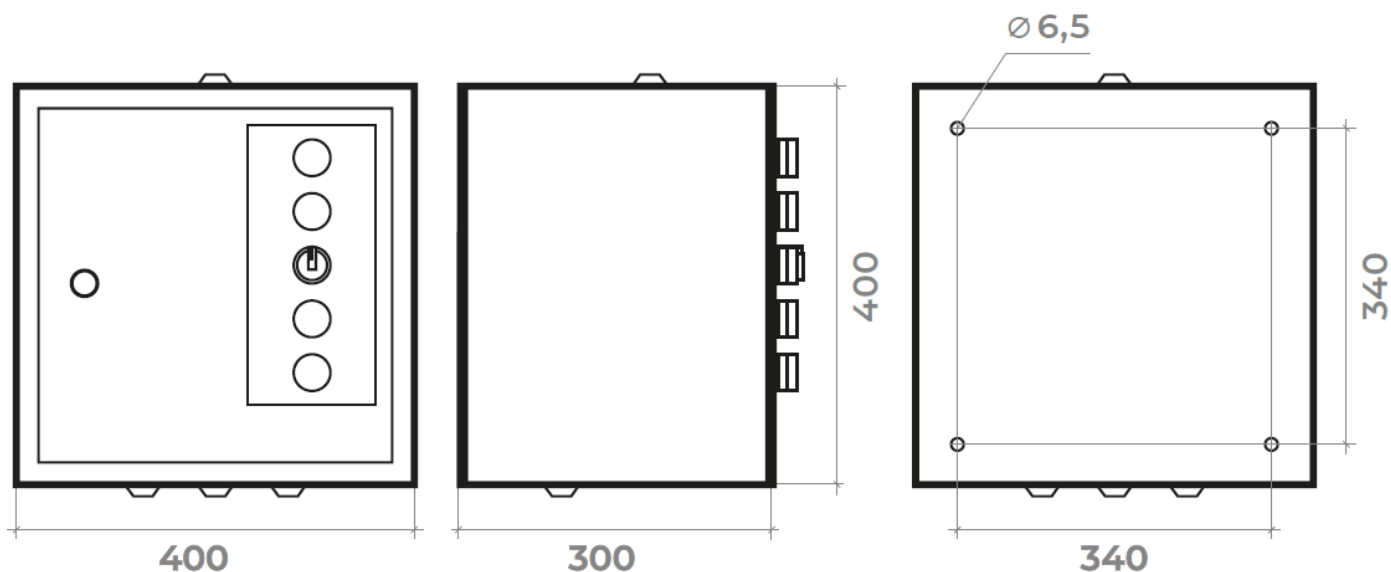

Рис.1. Габаритные и установочные размеры КУПОЛ ШУВ-3К.
2.1.3. ШУВ крепится на вертикальную несущую поверхность. Габаритные и установочные размеры ШУВ приведены на рис.1 и 2, схемы подключения на рис.3-6.